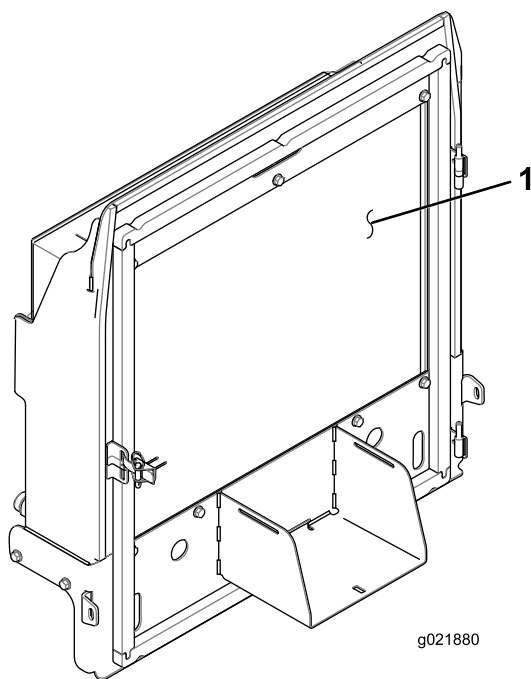

Рисунок 95
4. Тщательно очистите сжатым воздухом обе стороны радиатора/маслоохладителя (Рисунок 95).